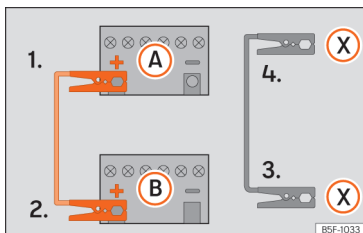

Fig. 162 Esquema de ligação para veículos com sistema Start Stop.
Os cabos de arranque apenas se deverão ligar seguindo a ordem 1 > 2 > 3 > 4 »» Fig. 162.
Nos veículos com sistema Start-Stop: ligue uma extremidade do cabo preto de emergência (X) a um terminal de massa adequado, a uma peça de metal maciça que esteja aparafusada ao bloco do motor ou ao próprio bloco do motor »» Fig. 162.
5. Ligue a outra extremidade do cabo preto de emergência (X), no veículo com a bateria descarregada, a uma peça de metal maciça que esteja aparafusada ao bloco do motor ou ao próprio bloco do motor, mas o mais afastado possível da bateria A.